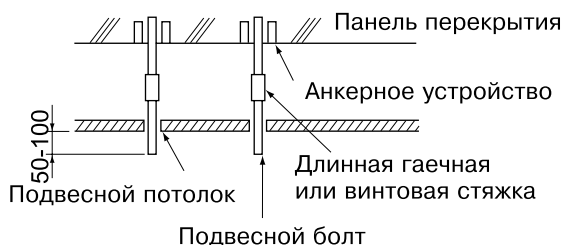

Рис. 9
2. Проделайте отверстия для подвесных болтов, дренажного трубопровода и трубопровода хладагента и электрической проводки. (см. рис. 9)